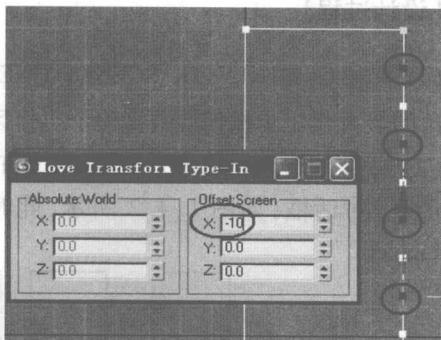

图 1.4.6 被圈顶点向左移动 10 个单位
(6) 单击 Vertex(顶点)或 ,进入顶点编辑方式,框选右侧 8 个点中的 4 个点,如图 1.4.6 所示,用鼠标左键单击工具条中 (移动工具),再单击鼠标右键,弹出 Move(移动)对话框,并设置这些点沿 X 方向左移动 -10 个单位。